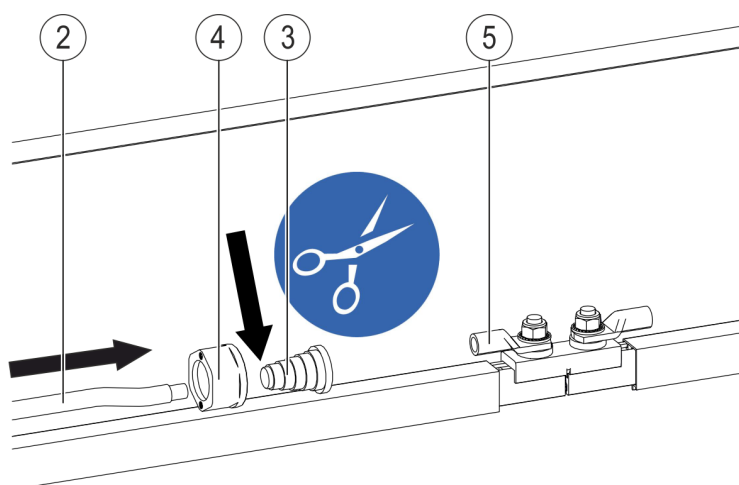

Abb. 85: Leitungsende durch die Tülle stecken
- Die Muttern (Pos. 4) über die Enden der Anschlussleitung (Pos. 2) stecken (siehe Abb. 85).
- Gummitüllen (Pos. 3) entsprechend Leitungsdurchmesser aufschneiden und die abisolierten Enden der Anschlussleitung (Pos. 2) durch die Tüllen stecken (einseitiger oder zweiseitiger Anschluss möglich) (siehe Abb. 85).